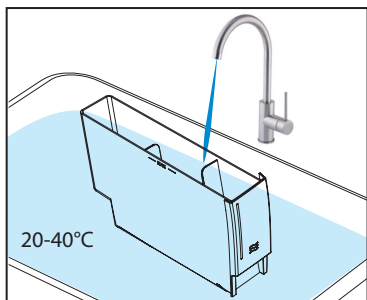

Fig. 3
3. Skyll vanntanken grundig med rent vann, 20–40 °C (se fig. 3).